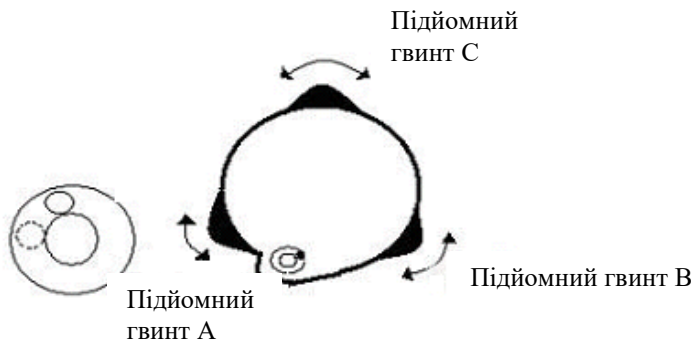

Рисунок 8.1 – І рube горизонтування
- за допомогою підйомних гвинтів А та В приведіть пузирчик круглого рівня перпендикулярно лінії, що з'єднує підйомні гвинти (рис. 8.1);